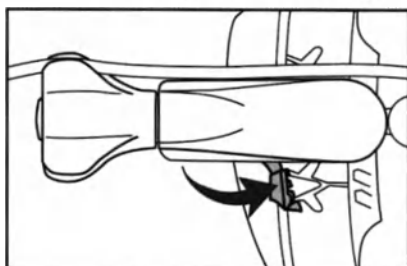

Figura 4a: leva di bloccaggio in posizione di SBLOCCO
4. Per fissare lo stabilizzatore ACROBAT-i al divaricatore bloccare l'attacco spingendo la leva di bloccaggio verso il corpo dell'attacco in posizione di BLOCCO. Accertarsi che lo stabilizzatore ACROBAT-i sia ben fissato al divaricatore quando l'attacco è bloccato in posizione. Fare riferimento alla Figura 4a e 4b per le posizioni di sbloccaggio e bloccaggio.